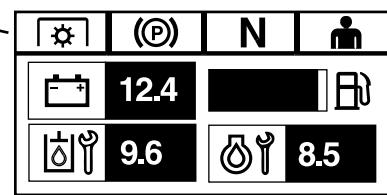

**Рисунок 9**
1. Підніміть трубчастий каркас в робоче положення і повертайте руків'я до тих пір, поки вони частково не увійдуть в пази (Рисунок 9).
2. Підніміть трубчастий каркас в повністю вертикальне положення, одночасно натискаючи на верхню частину трубчастого каркасу, щоб штифти зайняли своє положення, коли отвори будуть на одному рівні зі штифтами (Рисунок 9).
3. Натисніть на трубчастий каркас і переконайтесь, що обидва штифти зафіковані (Рисунок 9).